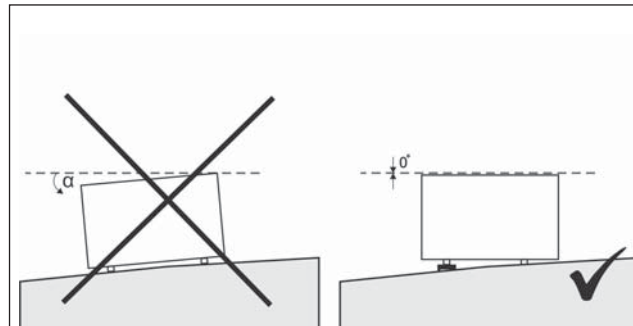

Рис. 9.5
- агрегат должен быть установлен строго горизонтально. Допустимый уклон составляет не более 3 мм на 1 м (Рис. 9.5);